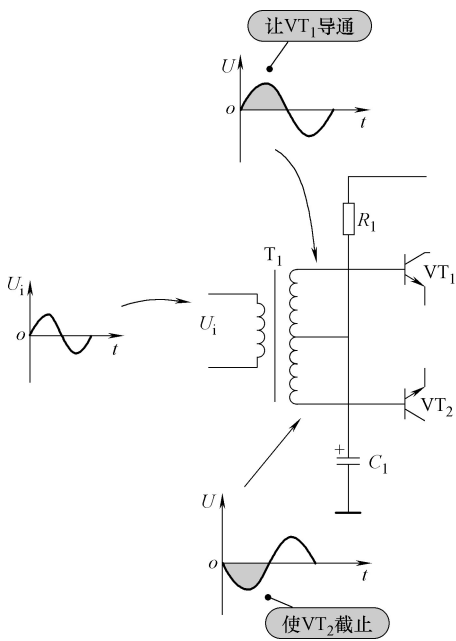

图 11-59 大小相等、相位相反的两组信号
4) 认清输入变压器  $T_1$  两个输出信号。二次绕组的中心抽头通过电容  $C_1$  交流接地, 二次绕组两端输出大小相等、相位相反的两组电压 (见图 11-59) 用来驱动  $VT_1$  和  $VT_2$  管。